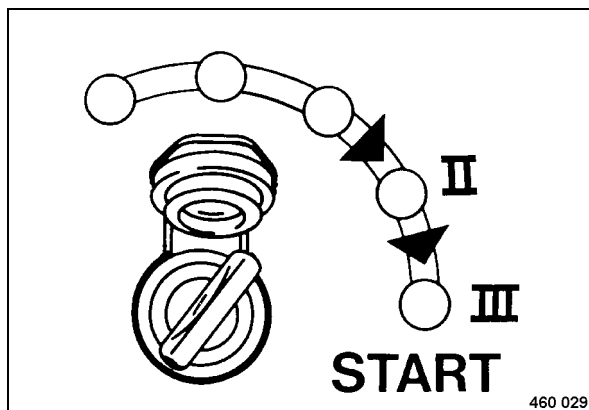

Fig. 40
- Girare la chiave di accensione (Fig. 40) oltre la posizione "II" nella posizione "III", il motore si avvia.